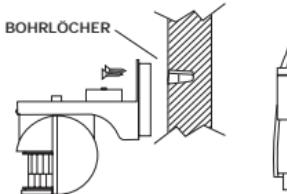

Abb. 6
- Bringen Sie die Rückwand des Gerätes in die gewünschte Position und markieren Sie die Bohrlöcher (Abb. 6). Dann bohren Sie die Löcher ausreichend tief und bringen Sie die Wanddübel an.
- Der Anschluß kann entweder direkt aus der Wand hinter dem Gerät oder von unten an der Wand entlang durch die dafür im Gehäuse vorgesehenen Aussparungen erfolgen (Abb. 6).
- Entfernen Sie die obere Abdeckung des Gerätes, indem Sie einen flachen Schraubendreher in dem vorgesehenen Schlitz drehen, wie in Abb. 6 gezeigt.